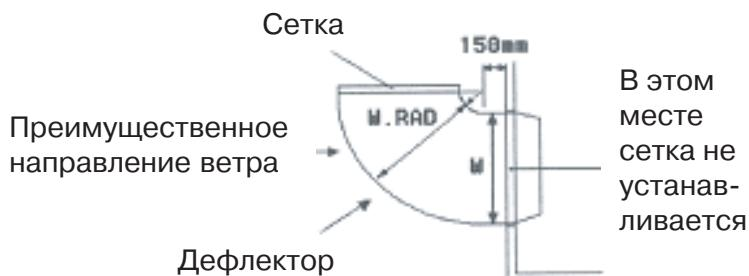

Рис. 8
1. К воздуховыпуску отверстию может быть прикреплен изогнутый дефлектор, направляющий поток воздуха в сторону (см. рис. 8).